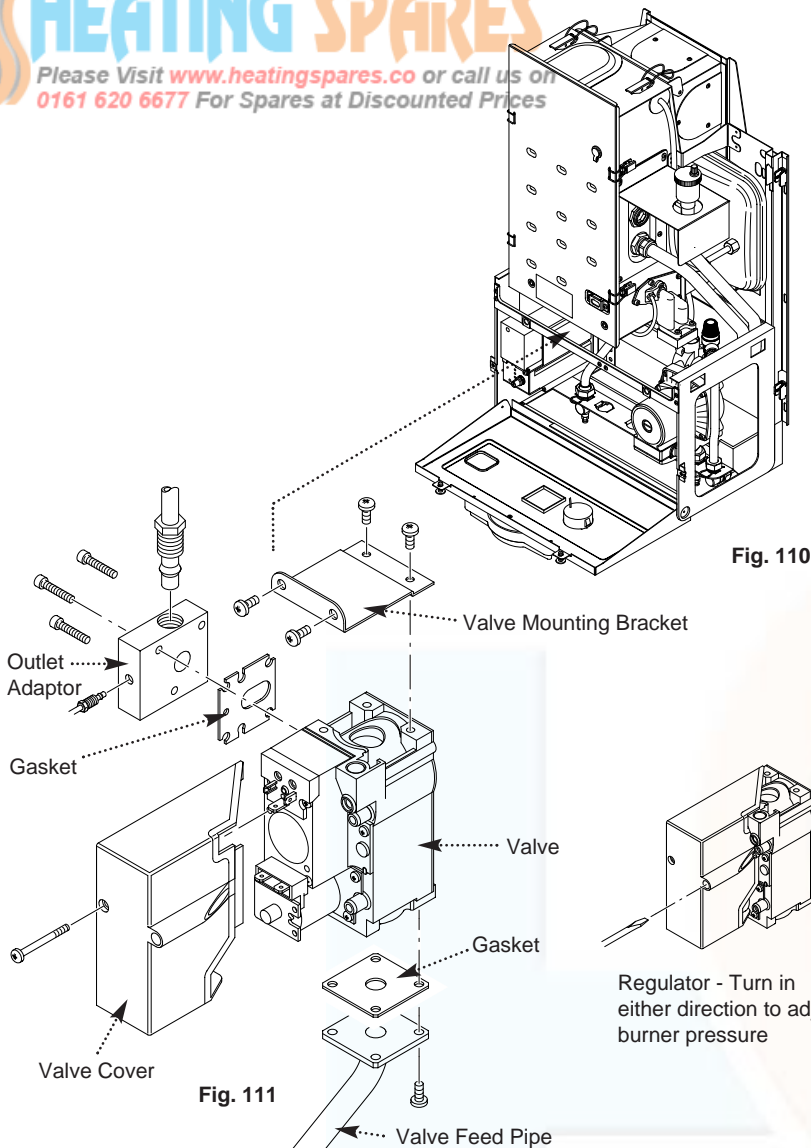

Fig. 110
11.4 Gas Valve (Fig. 110 & 111)